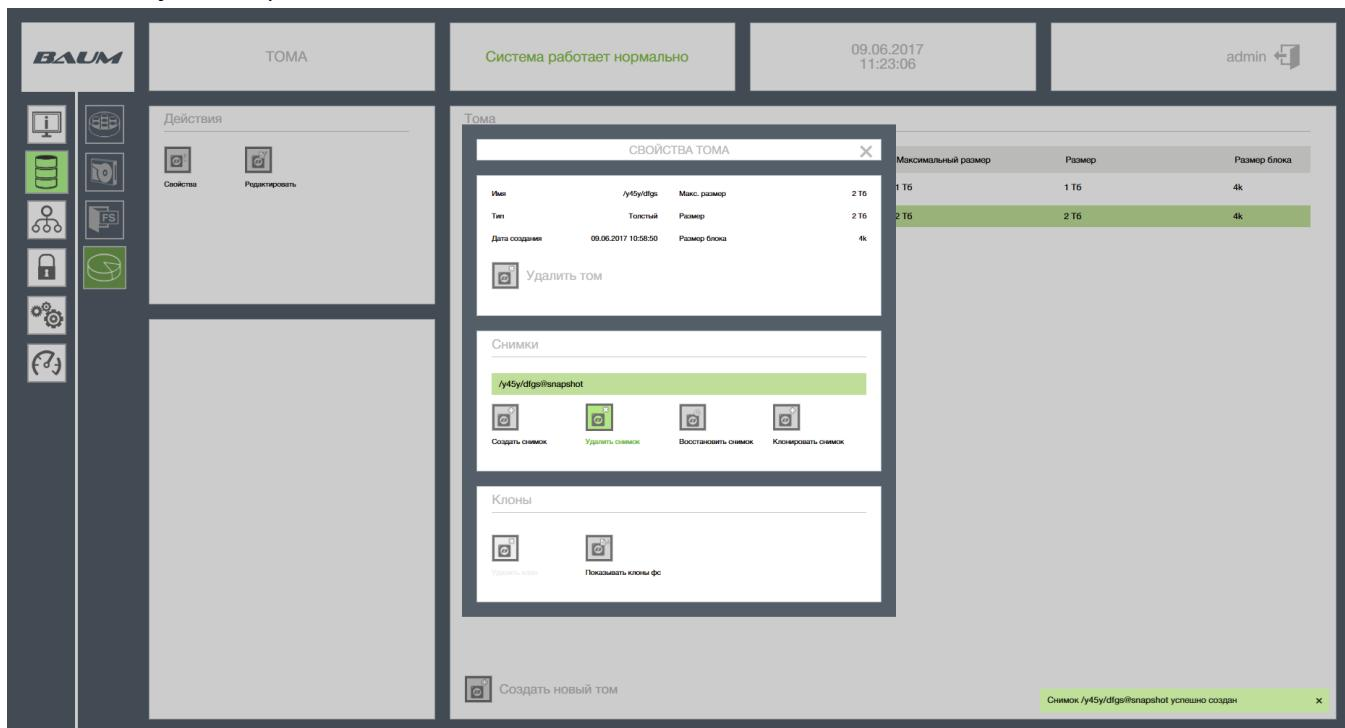

Рисунок 54 – Удаление резервной копии
- 2) В области «Снимки» выбрать нужный снимок и нажать на кнопку «Удалить» (см. Рисунок 54).